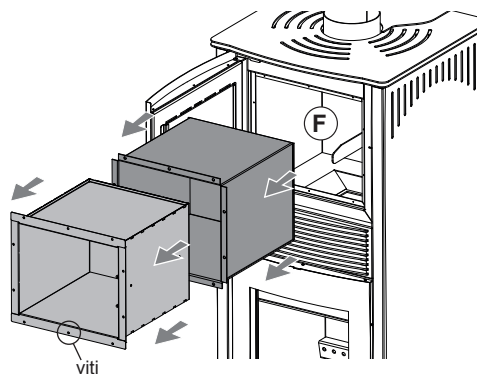

Fig.19
3. Con l'aiuto di un cacciavite a stella, rimuovere le 10 viti nella parte frontale del forno e sfilare le due camere di cottura (Fig. 19);
4. Con l'aiuto di uno spazzolino apposito o di un semplice aspirapolvere tipo "bidone", rimuovere la cenere che si è depositata nella parte interna dell'alloggio del forno (F).